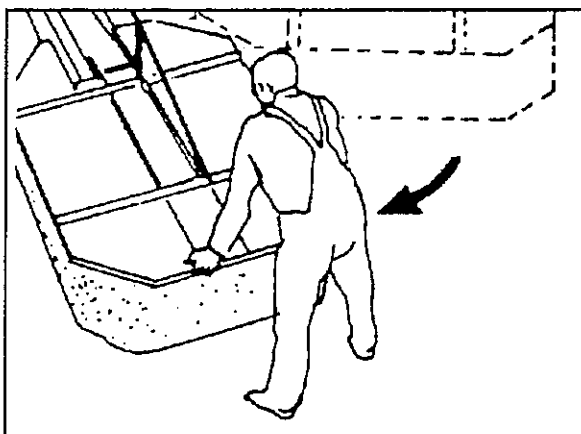

fig. 4-31
6. Maintenir la faucheuse à l'extérieur et l'orienter vers l'arrière (fig. 4-31), jusqu'à ce que ...